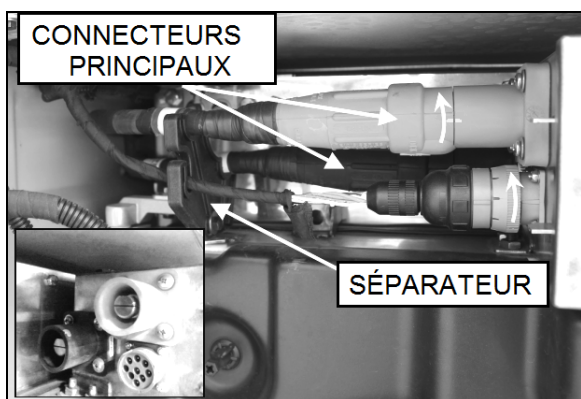

FIGURE 17: CONNECTEURS DE LA BOÎTE DE DISJONCTEURS
- Tourner d'un demi-tour antihoraire les deux connecteurs principaux (un rouge et un noir) et tirer pour les débrancher (FIGURE 17).